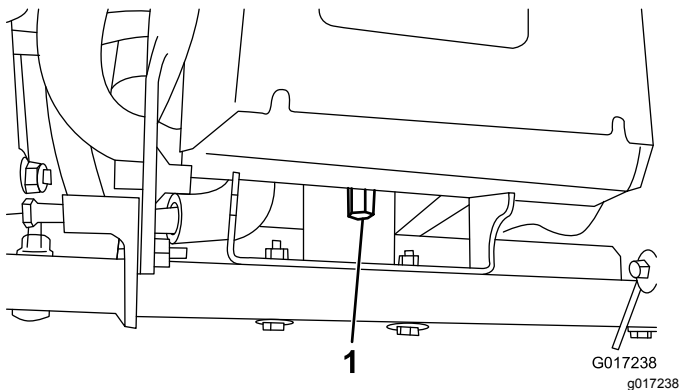

Bild 11
4. Entfernen Sie die große Mutter, mit der das Akkuunterteil hinten am Maschinenrahmen befestigt ist (**Bild 11**).